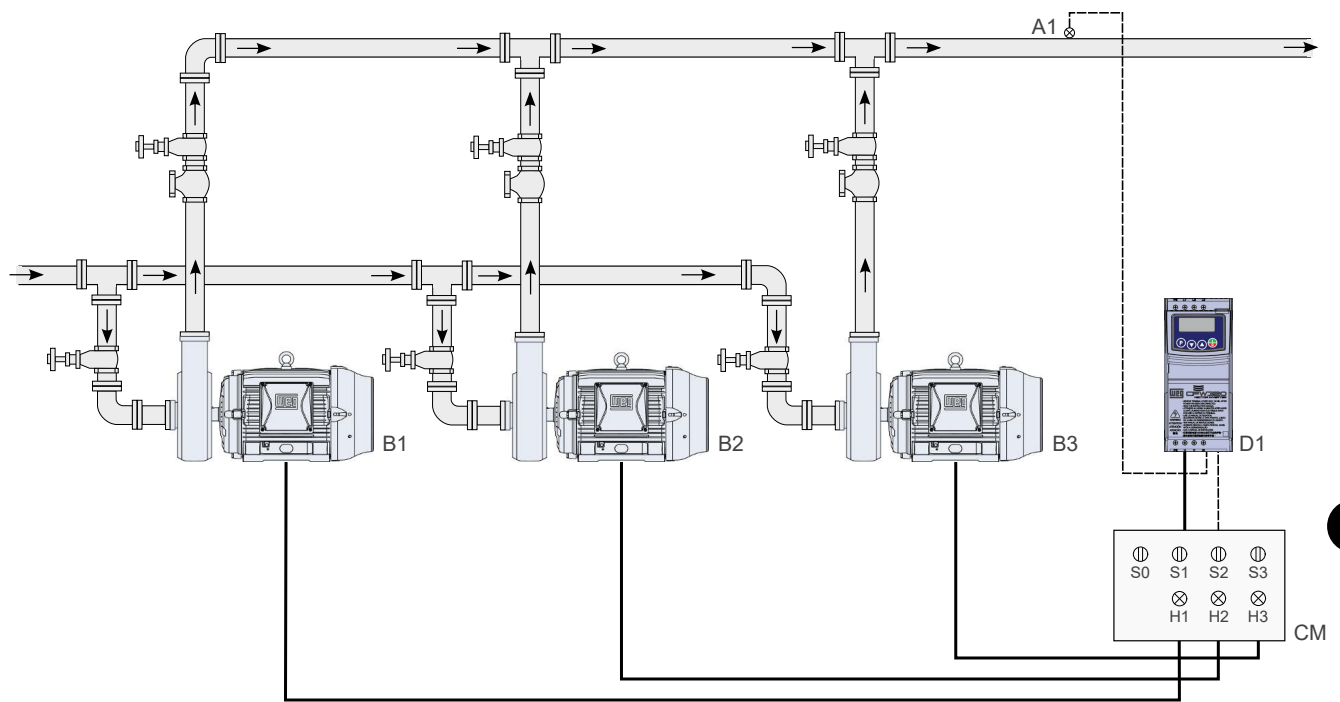
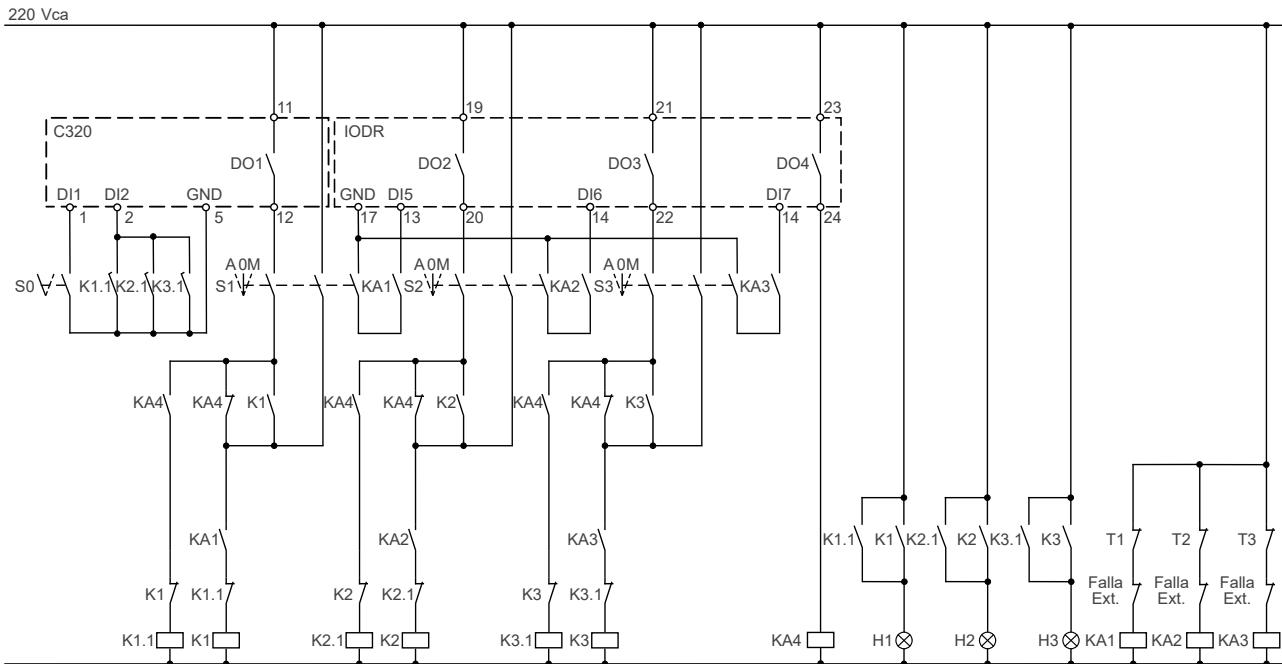

Figura 4.19: Aplicación Pump Genius Multipump con control móvil tipo 2 y setpoint (consigna) del control vía HMI
Figura 4.22: Diagrama funcional para la aplicación Pump Genius Multipump con control móvil tipo 2 y tres bombas en paralelo
O sea, con el control del bombeo habilitado y con todas las bombas apagadas, la primera bomba a ser accionada es conectada al convertidor a través de lo mando de una salida digital. Cuando sea necesaria una bomba adicional, la bomba conectada al convertidor será conmutada a la red de alimentación y la siguiente bomba será accionada por el convertidor de frecuencia CFW320. El enclavamiento que impide que dos o más bombas están conectadas a lo convertidor se hace de un modo eléctrico como en la Figura 4.22 en la página 4-26.
La Figura 4.19 en la página 4-23 muestra un accionamiento típico con tres bombas en paralelo y setpoint (consigna) del control vía HMI, siendo básicamente compuesto por:
Las señalizaciones H1, H2 y H3 no son necesarias para el funcionamiento del Pump Genius Multipump con control móvil tipo 2, ya que sirven solamente para indicar la condición de funcionamiento de las bombas en el cuadro de mando (CM). En la Figura 4.19 en la página 4-23, las señalizaciones H1, H2 y H3 vienen de contactos auxiliares de los contactores K1, K1.1, K2, K2.1, K3 y K3.1 que accionan las bombas 1, 2 y 3 como se muestra en la Figura 4.22 en la página 4-26
La Figura 4.22 en la página 4-26 muestra el diagrama funcional de um sistema de bombeo con tres bombas en paralelo con control móvil tipo 2: